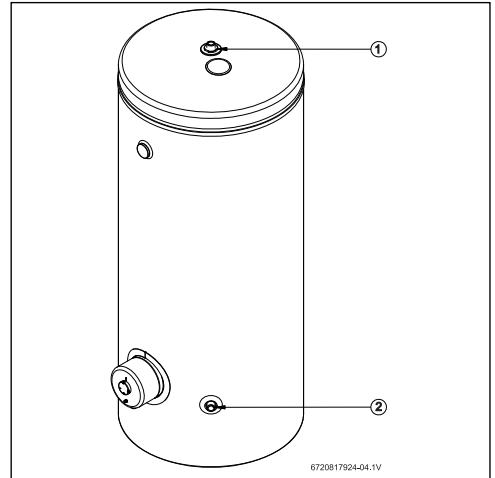

Fig. 6
- ▶ Identificar la tubería de agua fría y de agua caliente (Fig. 6) para evitar un posible intercambio entre ellas.